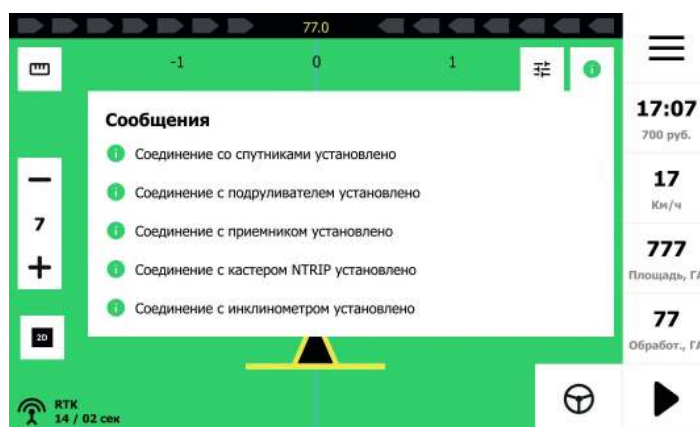

Рисунок 61. Пример списка технического состояния подруливателя (уведомления)
2.2. Проверьте сообщения в панели индикаций (см. Рисунки 60, Рисунок 61) и выполните действия в соответствии с Инструкцией.